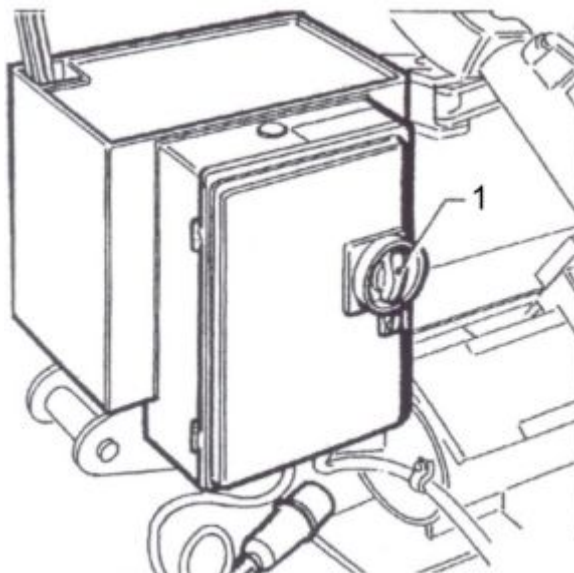

Рисунок 3 Шкаф силовой
4.2.3 Шкаф силовой (рисунок 3), конструктивно представляет собой сварной шкаф с дверью, закрывающейся на замок и имеющей знак «» по ГОСТ 12.4.026-76. На дверце шкафа расположен автоматический выключатель 1, предназначенный для включения и выключения электропитания, он обеспечивает защиту стенда от короткого замыкания, а также тепловую защиту электродвигателей. Пускатели, установленные внутри шкафа, предназначены для включения вращения шпинделя в нужном направлении. Трансформатор, установленный внутри шкафа, преобразует напряжение 220 В в 24 В для цепей управления. Выпрямительный мост преобразует переменное напряжение 24 В в постоянное, для управления гидрораспределителями.